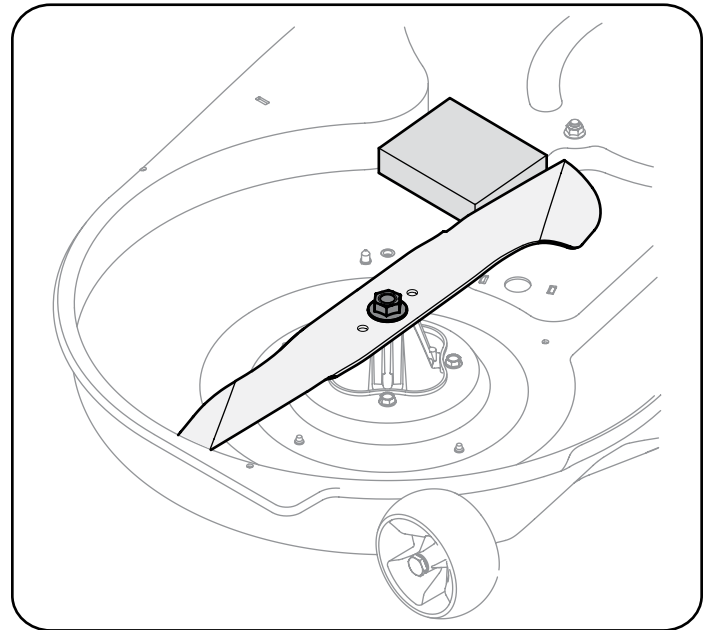

Figura 27
- Coloque un bloque de madera entre el deflector del alojamiento central de la plataforma y la cuchilla de corte para que actúe como estabilizador. Consulte la Figura 27.
- Extraiga la tuerca de brida hexagonal que asegura la cuchilla al montaje del husillo. Consulte la Figura 27.